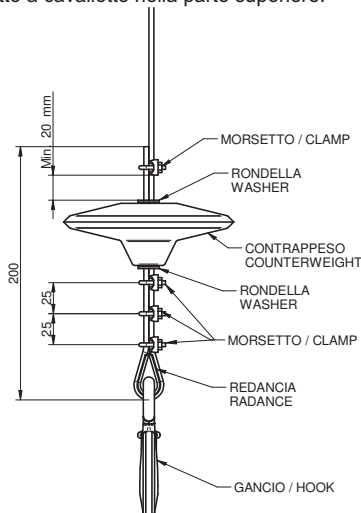

Fig. 4.7
6.2) Fig.4.7 Con tre morsetti a cavallotto nella parte inferiore del contrappeso montati come nella Fig.4.8 (corretto) dell'immagine sotto ed un morsetto a cavallotto nella parte superiore.